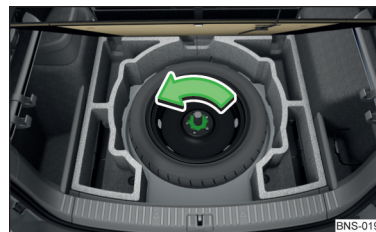

Abb. 342
- › Die Sicherungsmutter in Pfeilrichtung herauserschrauben » Abb. 342 und das Rad herausnehmen.
- › Die Sicherungsmutter entgegen der Pfeilrichtung bis zum Anschlag einschrauben » Abb. 342.